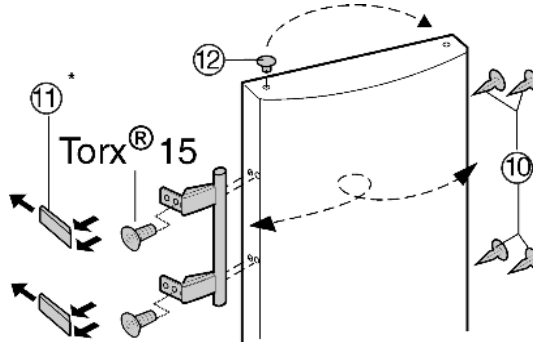

Fig. 8
- ▶ Wyciągnąć wkładkę Fig. 8 (12) z zawiasu drzwi i przełożyć na drugą stronę.
- ▶ Zdemonstrować uchwyt drzwi, zatyczki Fig. 8 (10) oraz płytki dociskowe Fig. 8 (11) i przełożyć je na przeciwną stronę.